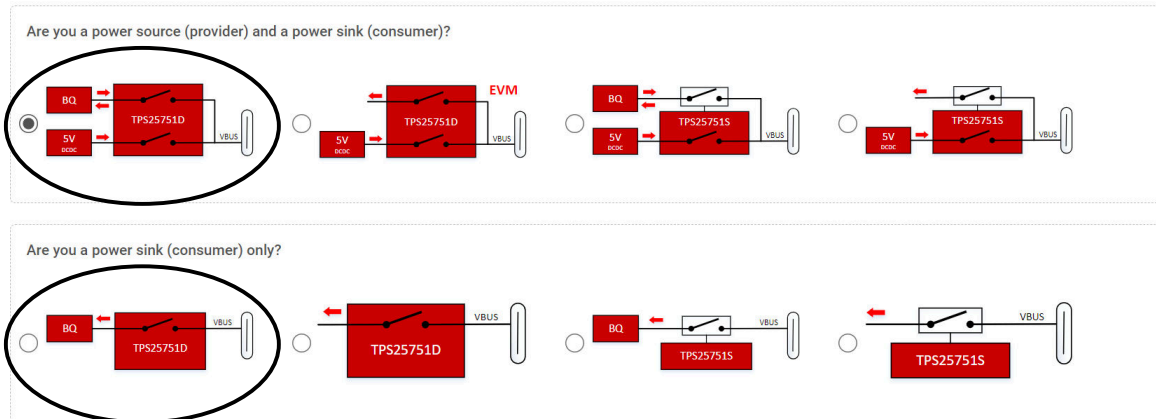

図 4-7. TPS25751D + BQ の構成
1. アプリケーション カスタマイズ ツールを開き、図 4-7 で次の TPS25751D+BQ 構成のいずれかを選択します: